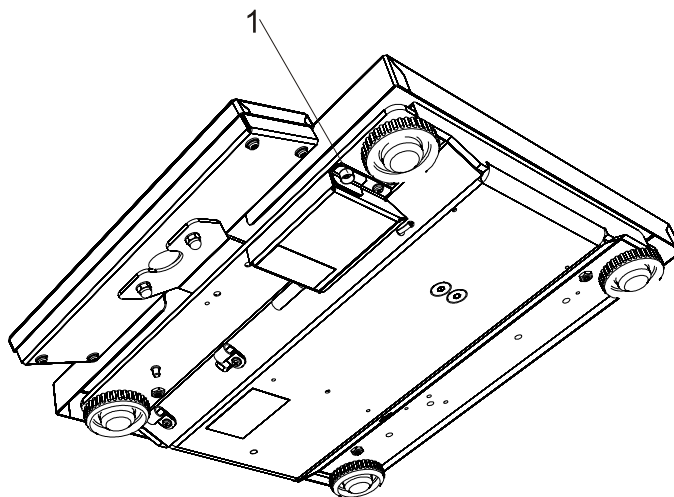

Рисунок 7
- снять пломбу **1**, расположенную снизу на корпусе весов (см. рисунок 7);